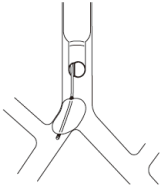

Abb. 8
- 1) und 2) Dies ist darauf zurückzuführen, dass die Blockermanschette in das Lumen der Luftröhre (Herniation) eingedrungen ist und diese verengt hat (Abb. 8).
7. Wenn eine solche Herniation wie in Abb. 8 beschrieben auftritt, kann die Hypoxämie durch einfaches Entleeren der Manschette behoben werden.